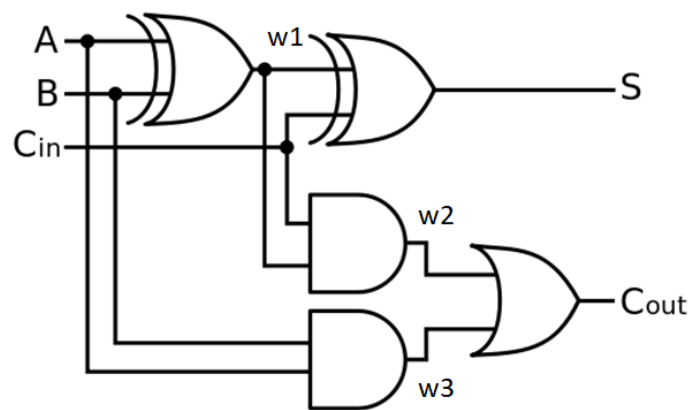

Figura 1 – Full adder.
2.2. No arquivo full_adder.v, implemente o full adder da Figura 1 utilizando descrição estrutural: